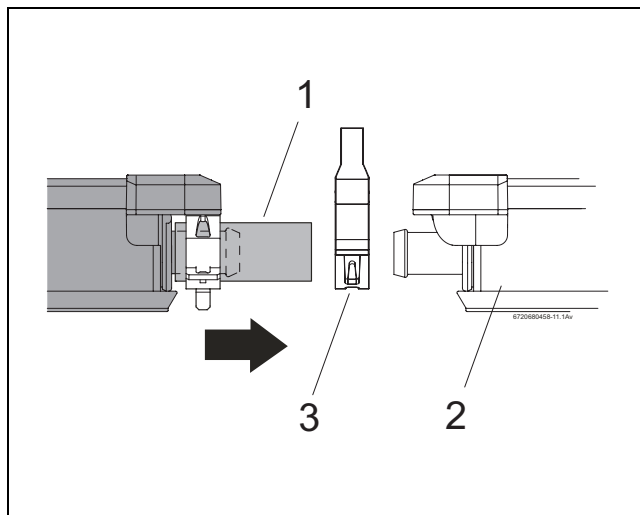

Fig. 41 Posizionamento del collettore contro il primo
- Posare sulle guide profilate il secondo collettore con il tubo solare premontato (fig. 41, [1]) e farlo scivolare dentro la sicurezza anti scivolamento.
- Inserire la seconda fascetta stringitubo (fig. 41, [3]) sopra il tubo di gomma per solare.
- Spingere il collettore contro il secondo collettore (fig. 41, [2]) in maniera tale che i suoi tubi solari premontati vadano a infilarsi negli attacchi di sinistra del primo collettore.